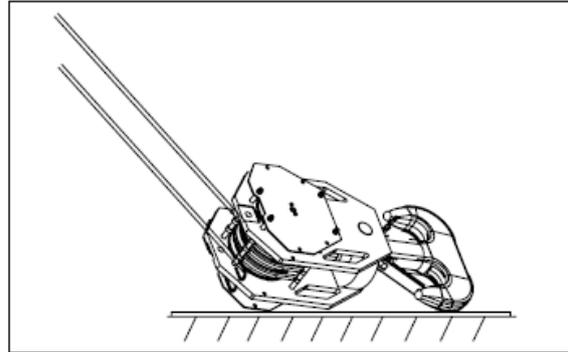

Fig.4-3.63
2) Coloque um pedaço de 4m² de placa de borracha por baixo do gancho terminal de barra (isso pode impedir o cabo de aço de ser arrastado no chão, enrolado desordenadamente, etc.); em seguida, desça a lança para permitir que o bloco do gancho caia para o centro da placa de borracha, consulte Fig.4-3.63.